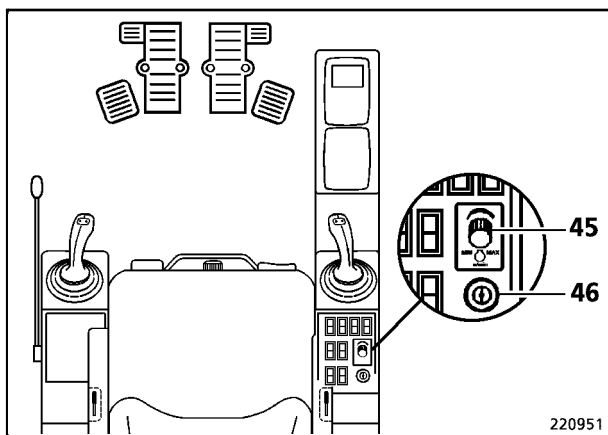
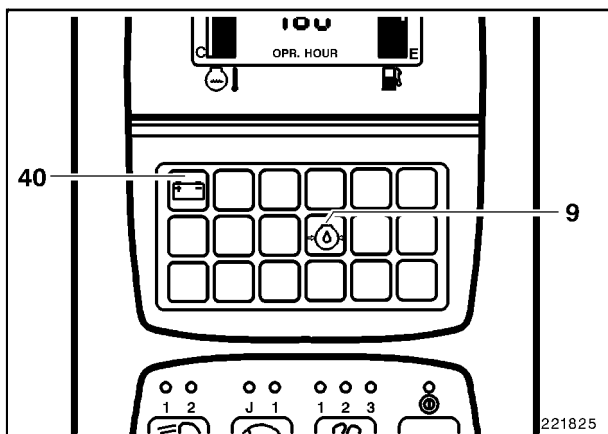

Fig. 6
Fig. 7
- Girar el potenciómetro de regulación del número de revoluciones (45, Fig. 6) hacia la izquierda. Durante el proceso de arranque, el motor recibirá automáticamente una cantidad de combustible más alta.
- Girar la llave en el interruptor llave (46) en la posición II, el motor arrancará.
Los testigos Presión de aceite del motor (9, Fig. 7) y la lámpara de control Alternador (40) se apagarán.
Después de la fase **WARMUP** el motor se acelerará al número de revoluciones ajustado por el potenciómetro del número de revoluciones del motor (45, Fig. 6). Estando el potenciómetro en el tope izquierdo, el motor se acelerará al número de revoluciones programado para el escalón de potencia PCS seleccionado.